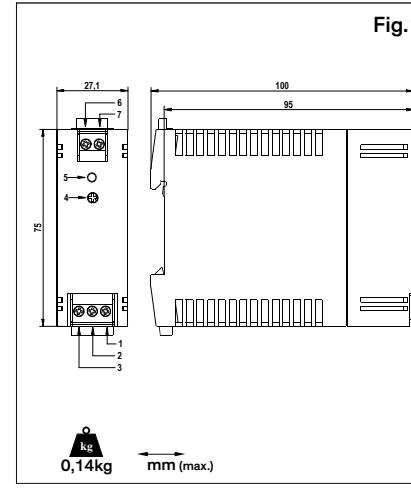

Fig.1
Identification of Features (Fig.1)
**Identification des caractéristiques (Fig.1)**
**Identificación de características (Fig.1)**